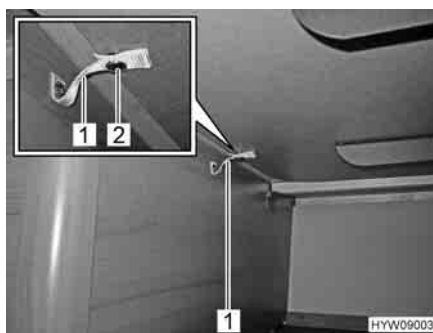

Fig. 50 Fissaggio del piano del tavolo
- Fissare la reggetta di sicurezza (Fig. 50,1) al lato inferiore del tavolo mediante il bottone a pressione (Fig. 50,2).